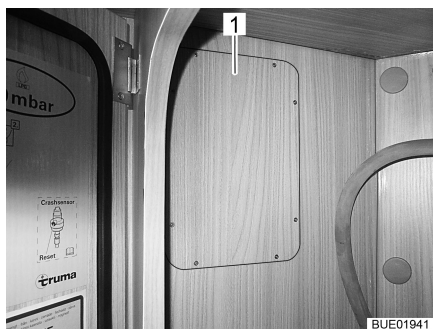

Bild 82 Tillgång till bakljuset, vänster (600)
- Tag bort plattan (Bild 82, 1). Plattan är fastsatt med krysskruvar. Plattan finns i gasboxen.